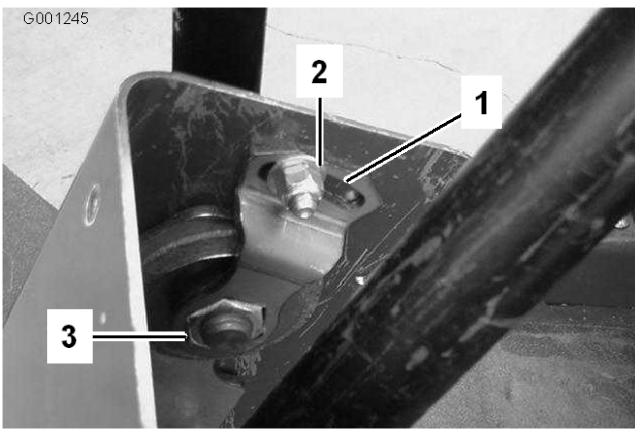

Figura 68
2. Mueva la cubierta por la columna de dirección para dejar expuesto el soporte del pivote (Figura 68).
3. Afloje la tuerca pequeña, y gire el soporte del pivote hasta que apriete la tuerca grande que está debajo (Figura 68).